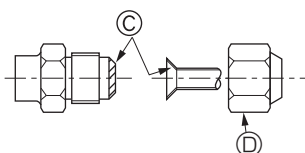

Fig. 4-5
A (Fig. 4-5)
4.4. Connexion des tuyaux (Fig. 4-4) (Fig. 4-5)
[Fig. 4-5]